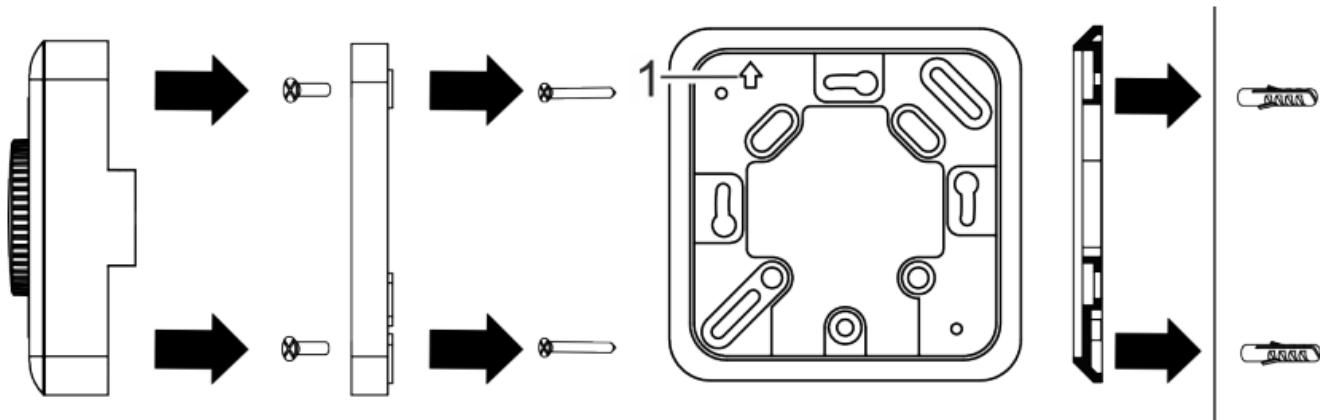

Fig. 4: Montar el fondo de la carcasa sobre la placa de montaje
1. Monte la placa de montaje sobre la roseta empotrada con los tornillos (3,5 x 25 mm) (Fig. 4).
La flecha (Fig. 4/1) situada sobre la placa de montaje tiene que apuntar hacia arriba.
6. Monte el fondo de la carcasa del aparato sobre la placa de montaje con los tornillos (3 x 6 mm) (Fig. 4).